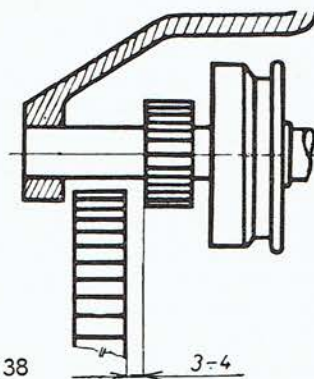

Abb. 138
2. Die Entfernung der Ritzel-Stirnfläche von der Schwungrad-Verzahnung beträgt 3–4 mm (Abb. 138).